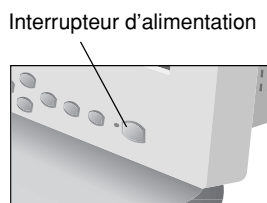

Figure D.1
5. Allumez le moniteur (**Figure D.1**) et l'ordinateur.